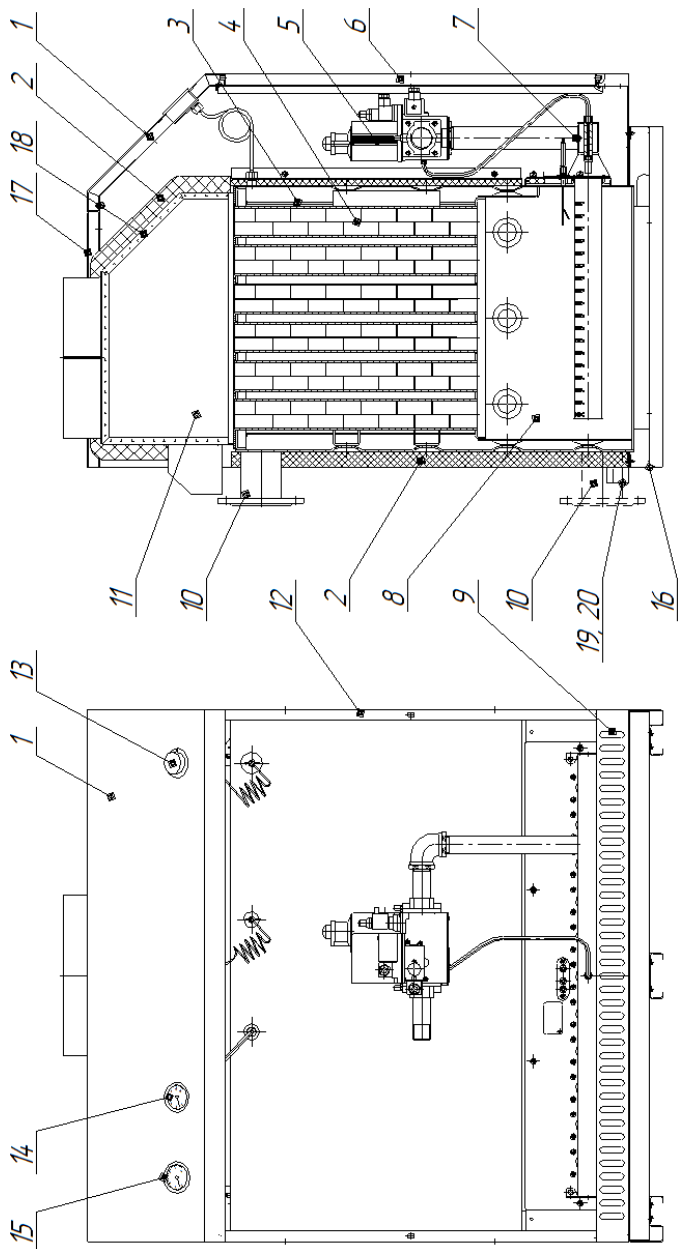
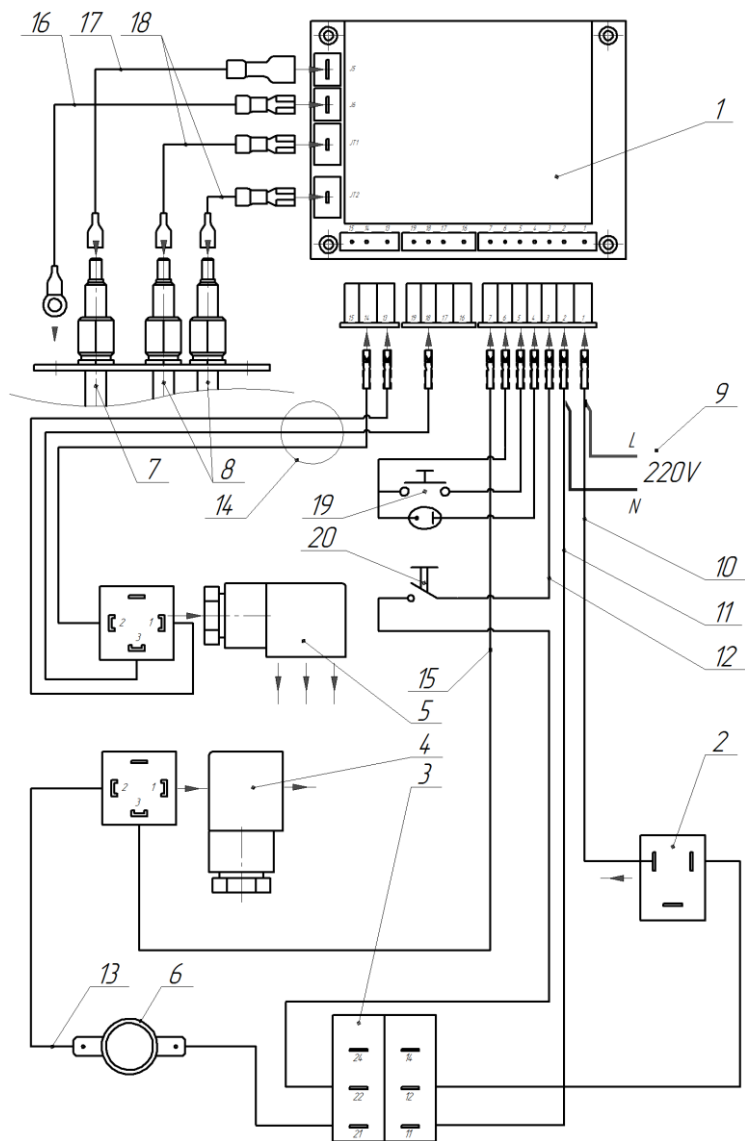
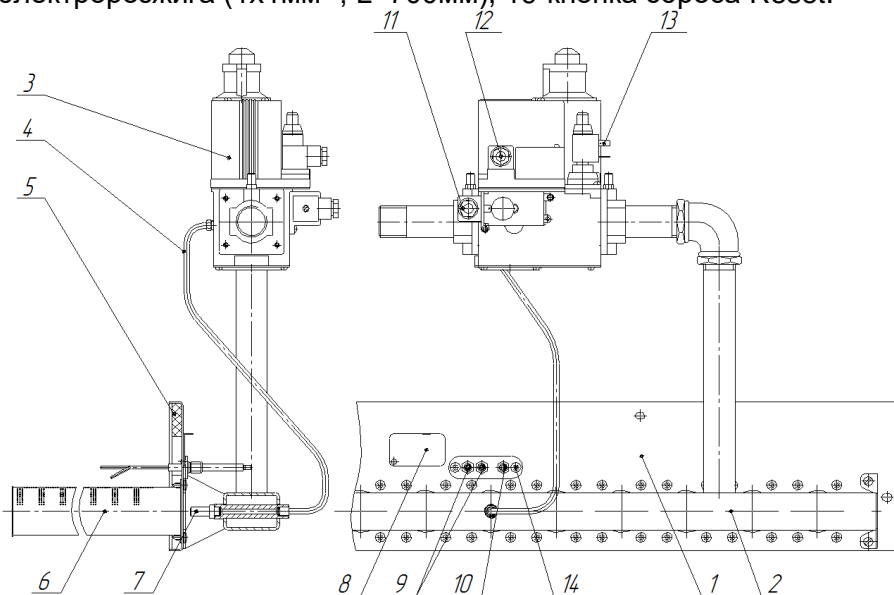

Рис.1 Устройство котла
Рис. 2 Схема электрических соединений
Рис.3 Устройство горелки котла
4.2. Нагрев теплоносителя производится путем эффективного сжигания природного газа с помощью горелки оборудованной автоматикой безопасности (рис.3).
5.1. Котел выполнен в виде напольного шкафа прямоугольной формы. Лицевая сторона закрыта дверкой (поз.6 рис.1) обеспечивающей доступ к горелке для обслуживания. Теплообменник (поз.3 рис.1) представляет собой прямоугольный блок с вертикальными каналами, каждый канал омывается теплоносителем. Теплообменник сообщается с водоохлаждаемой топкой (поз.8 рис.2). В топке размещается газогорелочное устройство (поз.7 рис.1), позволяющее получить газозвоздушную смесь и качественно её сжечь. На панели горелки (поз.1 рис.3) закреплены газораспределитель (поз.2 рис.3) с соплами и газовым клапаном (поз.3 рис.3), с другой стороны изоляция и газогорелочные трубы – насадки (поз.6 рис.3), над ними датчик пламя и электрод розжига. Горячие продукты сгорания под воздействием разрежения в дымоходе котла поднимаются через вертикальные каналы и нагревают
теплоноситель, который циркулирует по системе отопления. Чтобы увеличить отдачу тепла и КПД в каждый канал установлен турбулизатор (поз.4 рис.1). В нижней части котла имеется воздухозаборник (поз.9 рис.1). Корпус котла обложен с четырёх сторон утеплителем и облицован металлическими панелями. Облицовочные панели перед установкой покрывают защитно-декоративным покрытием.
5.2. Под крышкой (поз.17 рис.1) Расположен дымоход, (дымовая камера) задняя часть которого открыта снизу, что позволяет свободно проникать в дымовую камеру, а затем в трубу дымоотводящего канала порции воздуха, который разбавляет отходящие продукты сгорания, уменьшая их температуру. При этом происходит снижение разрежения в трубе дымоотводящего канала, следовательно, и в топке котла. Указанный вход в дымовую камеру выполняет функции тягостабилизатора. На этом же входе установлен датчик тяги (поз.6 рис.2). Датчик следит за повышением температуры отходящих газов, что вызывает уменьшение или исчезновение разрежения в дымовой камере.
5.4. Управление газовым клапаном осуществляет электронный контроллер DMN Brahma (поз.1 рис.2) со встроенным трансформатором розжига.
1-Контроллер, 2-штепсель для подключения к клапану второй ступени (соединяется с поз.13 рис.3), 3-двухступенчатый термостат (соответствует поз.13 рис.1), 4-трехштырьковой штепсель для подключения к реле минимального давления (соед. с поз.11 рис.3), 5-трехштырьковой штепсель для подключения к клапану первой ступени (соед. с поз.12 рис.3), 6-
датчик тяги, 7-электрод ионизации (соот. поз.10 рис.3), 8-электрод розжига (соот. поз.9 рис.3), 9-провод подключения питания (2x0,75 мм², L=4000мм), 10-провод подключения питания на вторую ступень двухступенчатого термостата (1x0,75мм², L=300мм), 11- провод подключения клапана второй ступени (2x0,75мм², L=670мм), 12-провод подключения термостата к контроллеру (1x0,75мм², L=330мм), 13-провод подключения датчика тяги (2x0,75мм², L=2000мм), 14-провод подключения клапана первой ступени (3x0,75мм², L=650мм), 15-провод подключения реле минимального давления к контроллеру(1x0,75мм², L=600мм), 16-провод массы электророзжига (1x1мм², L=700мм), 17-провод электрода ионизации (1x1мм², L=700мм), 18-провод трансформатора электророзжига (1x1мм², L=700мм), 19-кнопка сброса Reset.
8.5. Смесительно-распределительный узел системы «теплый пол» (поз.5 рис.3) позволит более четко контролировать температуру теплоносителя во всех ветках системы.
- 8.10. Для заполнения и подпитки системы к обратному трубопроводу подвести трубопровод от водопровода холодной воды с установкой вентиля (поз.11 рис.3).
- 8.11. При первом заполнении системы по показанию манометра (поз.15 рис.2) наберите давление 0,05-0,1 МПа, при работе и нагреве котла это число возрастет.
10.2. Убедитесь, что клавиша включения переведена в позицию «0», а рукоятка регулятора температуры (поз13 рис.1) находится в положение OFF, далее подключите провод питания к сети. Откройте газовый кран на опуске газопровода.
10.6. Прогрейте котел до температуры 60-70°C, её отслеживайте по показаниям термометра (поз.14 рис.1).